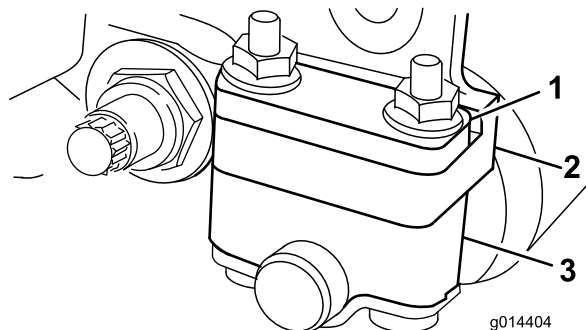
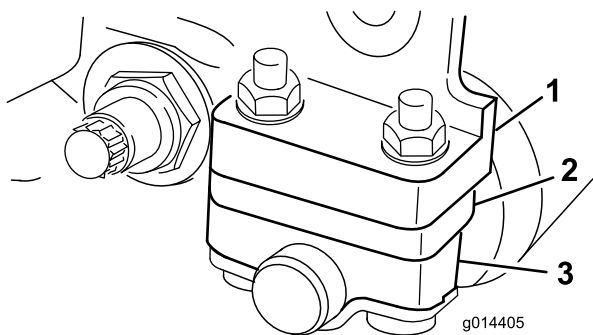

図 6
図 7
使用する刈高によって、後ローラブラケットの取り付け位置を変更する必要があります（図 6 または 図 7）；低位置または高位置のどちらかに設定します。
- ・ 刈高 1.6 mm-6.4 mm の場合：スペーサをサイドプレート取り付けフランジの上（出荷時の設定）にセットする（図 6）。
- ・ 刈高範囲が 3.2-25.4 mm の場合は、スペーサを、取り付けフランジの下にセットする（図 7）。
4. 必要に応じてスペーサを、ローラブラケットの上または下にする（図 6または図 7）。